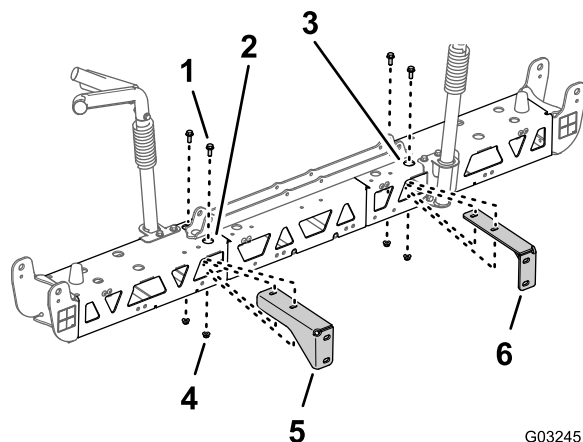

Figura 54
2. Alinhe os orifícios no suporte direito com os orifícios na estrutura da armação direita, como se mostra na Figura 54.
3. Monte o suporte direito na estrutura da armação direita (Figura 54) com os 2 parafusos de
4. Repita os passos 2 e 3 para o suporte esquerdo na estrutura da armação esquerda (Figura 54).